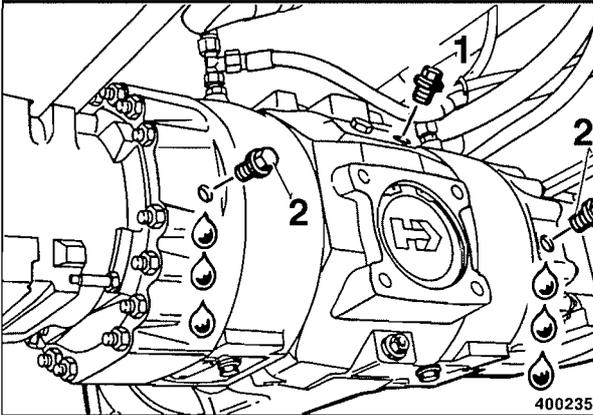

Fig. 72
- Desenroscar el tapón de control 2 (Fig. 72) y comprobar el nivel de aceite.